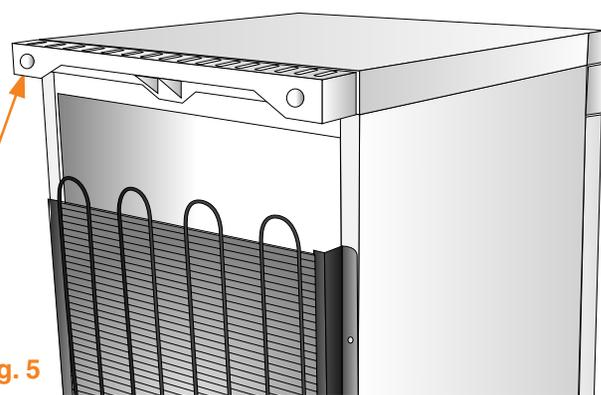

fig. 5
- E) Non coprite mai la griglia d'aerazione sistemata sulla parte posteriore del piano di lavoro (table top) fig. 5.
MONTAGGIO GRIGLIA DI AERAZIONE (FIG. 5)